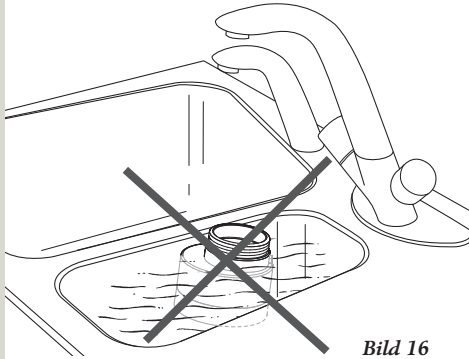

Bild 16
- Tauchen Sie den Kessel nicht in Wasser. (Bild 16)